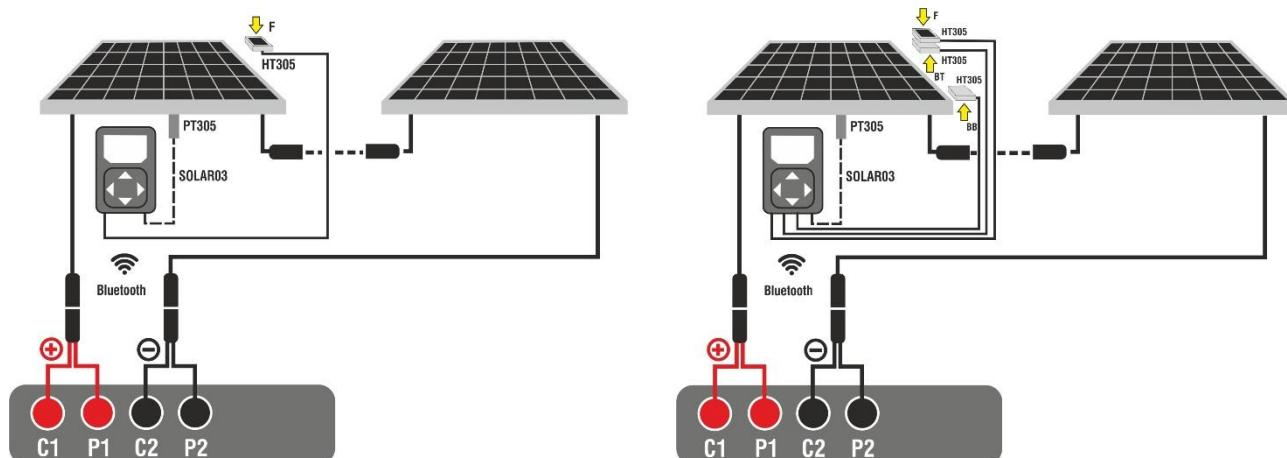

Fig. 39: Connexion avec l'unité à distance SOLAR03 sur des modules Monoface et Biface
3. Connecter l'instrument et l'unité distante SOLAR03 au module/chaîne de test comme indiqué dans la Fig. 39. En particulier :